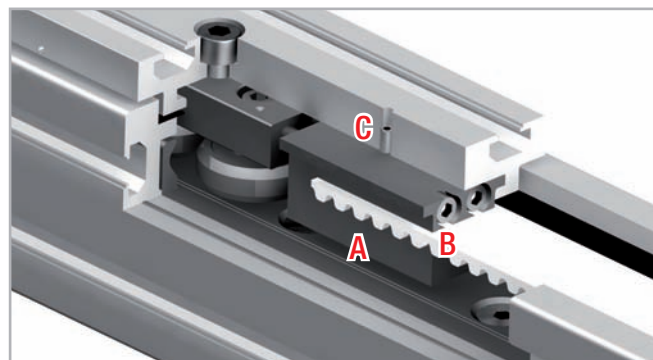

Fig. 21
1. Desserrez les vis de blocage C (en haut sur le chariot) du dispositif de serrage de la courroie A (voir fig. 21).